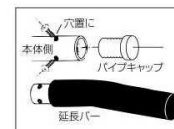

図1
(1) 延長バーの付け方 (オプション) (図1)
- ① パイプキャップのネジを外し、延長バーを取り付けてください。